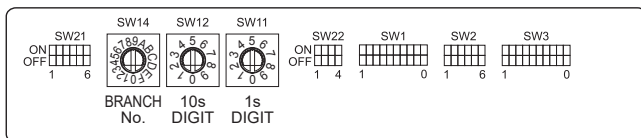

Fig. 6-4
6.5. Configuration des adresses (Fig. 6-4)
6.6. Réglage du commutateur pour différentes hauteurs de plafond (Fig. 6-4)
6.7. Détection de la température ambiante à l'aide du capteur intégré de la commande à distance (Fig. 6-4)